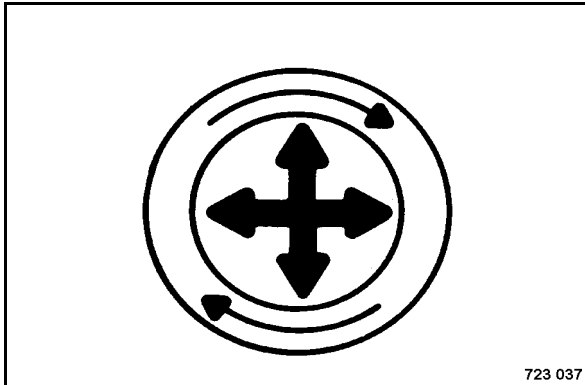

Fig. 141
- Détacher l'élément principal (Fig. 141) avec précaution.
L'élément principal est monté directement sur le tube d'aspiration et fait l'étanchéité avec le côté intérieur du couvercle. Retirer l'élément principal avec précaution pour éviter l'empoussiérage. Pour détacher le joint, tirer avec précaution l'élément principal vers le haut, vers le bas, vers le côté ou le tourner (Fig. 141).